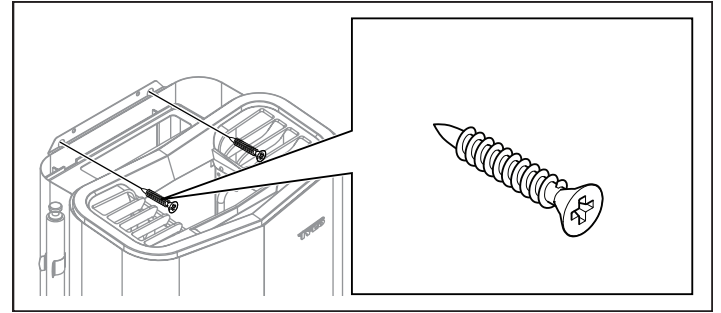

Рис. 12: Фиксирующие винты для кронштейна
10. Зафиксируйте нагреватель в неподвижном положении, используя два фиксирующих винта (см. рис. 12).